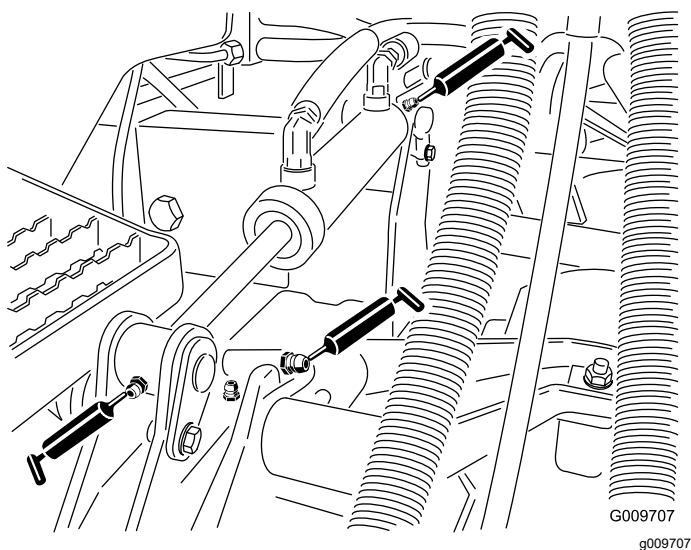

Figura 36
- Boccole del braccio di sollevamento (1 per piatto) come illustrato nella Figura 36
- Boccole del cilindro di sollevamento (2 per piatto) come illustrato nella Figura 36